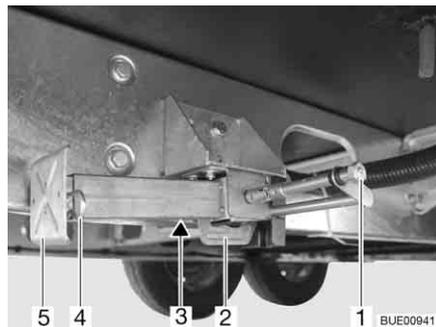

Fig. 25 Piedino di stazionamento
- Inserire la chiave a tubo nell'esagonale (Fig. 25,1) e ruotare fino a quando il piedino di stazionamento non si trova in posizione verticale verso il basso.
- Se la lunghezza del piedino di stazionamento è regolabile, sfilare la copiglia (Fig. 25,4) dal piede del prolungamento (Fig. 25,5).
- Inserire la chiave a tubo nell'esagonale (Fig. 25,1) e ruotare fino a quando il piedino di stazionamento non si stacca dal terreno.
- Spingere completamente all'interno il prolungamento dell'estremità del piedino (Fig. 25,5) e inserire la copiglia (Fig. 25,4) nel foro apposito.
- Girare sull'esagonale (Fig. 25,1), finché il piedino di stazionamento è orientato verso l'alto e la guida (Fig. 25,2) si trova proprio alla fine della scanalatura (Fig. 25,3).